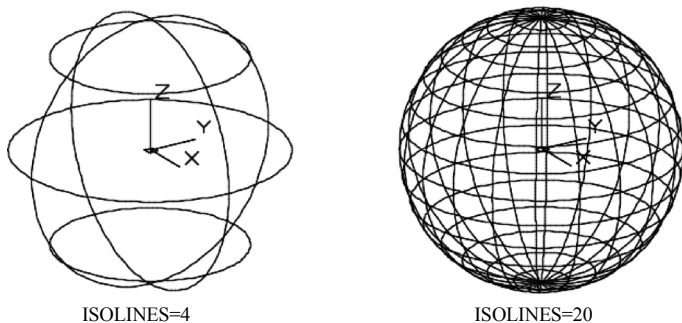

图 9-32 当 ISOLINES 取不同值时
- **ISOLINES** 系统变量: 指定显示在三维实体的表面上的等高线数量, 其数据类型为整数, 保存位置为图形, 有效整数值为 0~2047 的整数, 初始默认值为 4。图 9-32 给出了当 ISOLINES 取不同值时, 球实体模型重生成的显示效果 (视觉样式为“二维线框”时)。